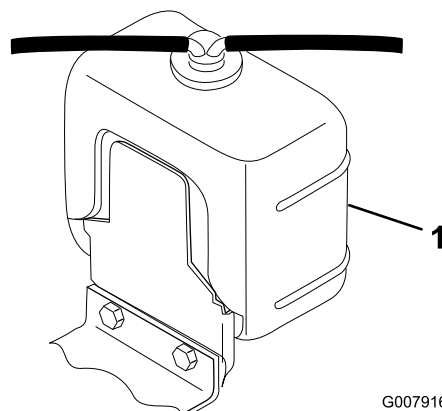

Figure 33
1. Retirez le bouchon du radiateur et le bouchon du vase d'expansion avec précaution (Figure 33).
2. Contrôlez le niveau de liquide de refroidissement dans le radiateur et le vase d'expansion (Figure 33).